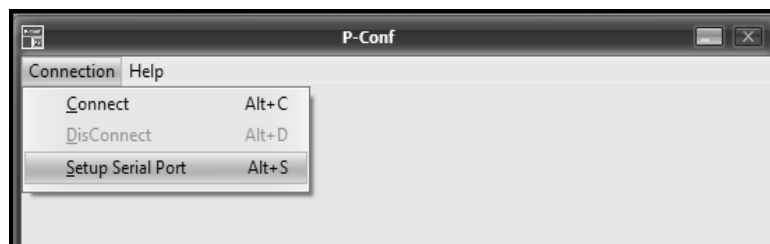
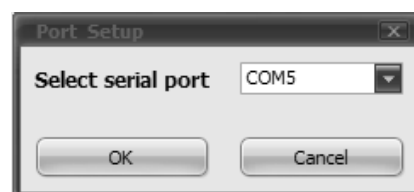

Рисунок 2 – Начальное окно программы «P-Conf»
Рисунок 3 – Диалоговое окно выбора порта
2) выбрать команду «**Connection** ▶ **Setup Serial Port**» (рисунок 2) и, открывшемся диалоговом окне, выбрать порт, к которому подключен Программатор (адаптер) P-Conf. Подтвердить выбор нажатием кнопки «OK» (рисунок 3);